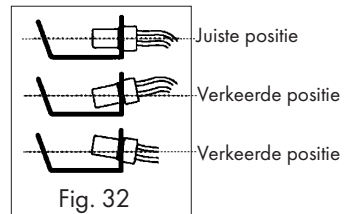

Fig. 32
- Vervang de fotocel. Zie Fig. 32 voor de juiste positie van de fotocel